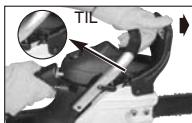

Fig. 7B
- KÆDEBREMSEN er TILKOBLET (kæden kan ikke flyttes), når bremsearmen er i forreste position, og kædebremselfæsen står på TIL. Herefter bør det ikke være muligt at flytte kæden. (Fig. 7B)